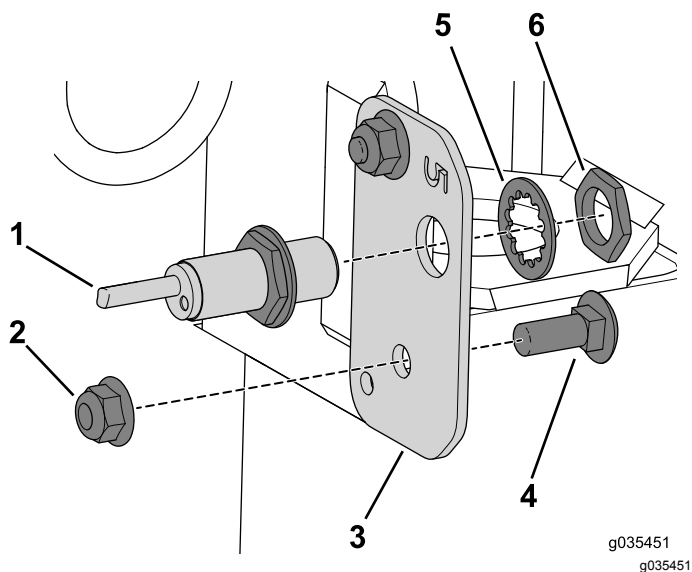

Bild 18
3. Befestigen Sie die linke Sensorplatte mit der Schlossschraube (3/8" x 1") und Bundmutter an der Maschine (**Bild 18**).
4. Befestigen Sie den Initiatorsensor, der dem Kit beiliegt, mit der Befestigungsmutter und Scheibe an der linken Sensorplatte (Bild 18).